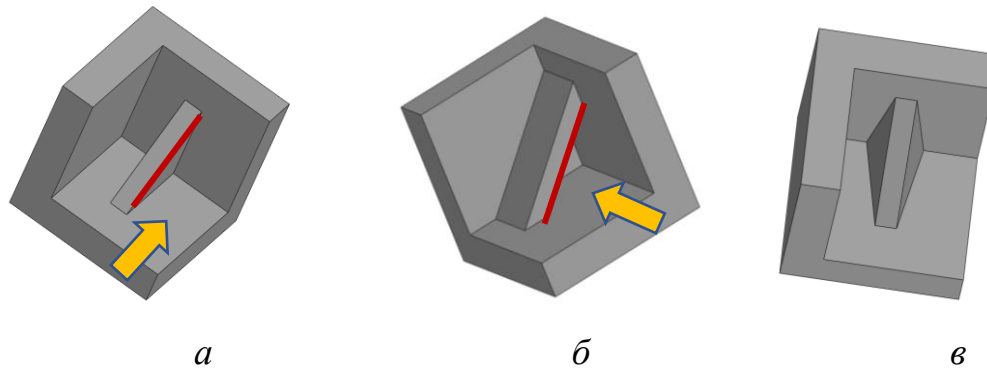

Рис. 8 Команда «Ребро жесткости»: *а* – направление выдавливания параллельно плоскости эскиза, *б* – ортогонально плоскости эскиза, *в* – ребро жесткости с уклоном
**Положение** ребра жесткости – ребро жесткости может быть построено параллельно плоскости эскиза или ортогонально плоскости эскиза (рис. 8).
**Уклон** – параметр задает угол наклона боковых граней ребра жесткости (рис. 8, в).